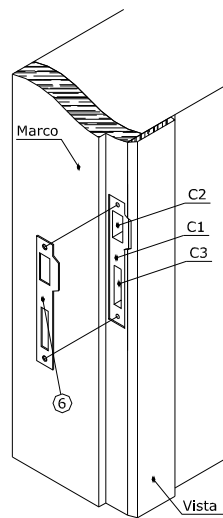

Fig. 02
ALOJAMENTO DA CONTRA TESTA (Fig. 02)
- 6º- Fixe a contra testa 6 no marco, como mostra a Fig. 02.